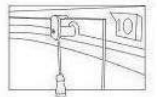

Рис.16
**Стеклопакетные двери.** Стеклопакетные двери изделия представляют собой раздвижную конструкцию; герметичность дверей обеспечивается за счет магнитного уплотнителя. Двери открываются и закрываются без усилий. Пожалуйста, не открывайте и не закрывайте двери с усилием во избежание повреждения кабины. В случае возникновения затруднений при открывании-закрывании дверей, смажьте направляющие ролики (нижний и верхний профили) силиконовой смазкой и отрегулируйте верхние ролики (рис.16).